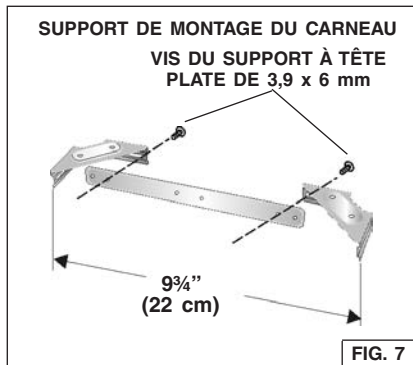

FIG. 7
1. Montez le support de montage du carneau en réglant la largeur extérieur comme indiqué. Fig. 7.